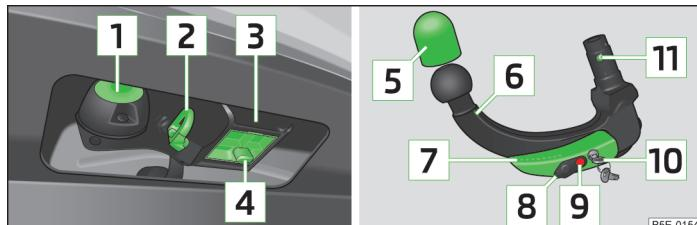

Fig. 152 Soporte del dispositivo de enganche para remolque / barra de cabeza esférica
- Extraiga la tapa **4** » fig. 152 de la página 178 hacia abajo.
- Coloque la caperuza cobertera **4** » fig. 152 de la página 178 en la cavidad de alojamiento.